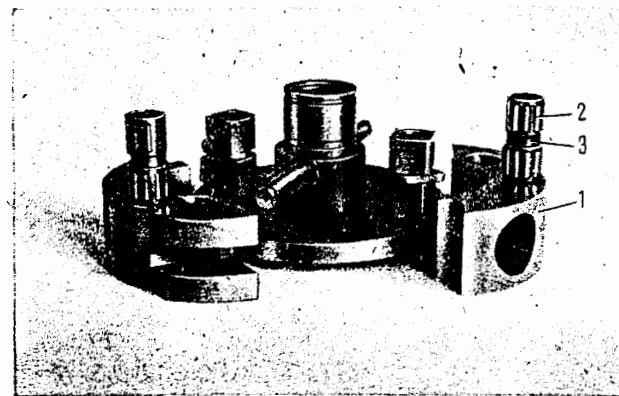

Bild M 192. Fliehkörper entfernen
7. Fliehkörper mit den Nadellagern und Zwischenbuchsen entfernen (Bild M 192).